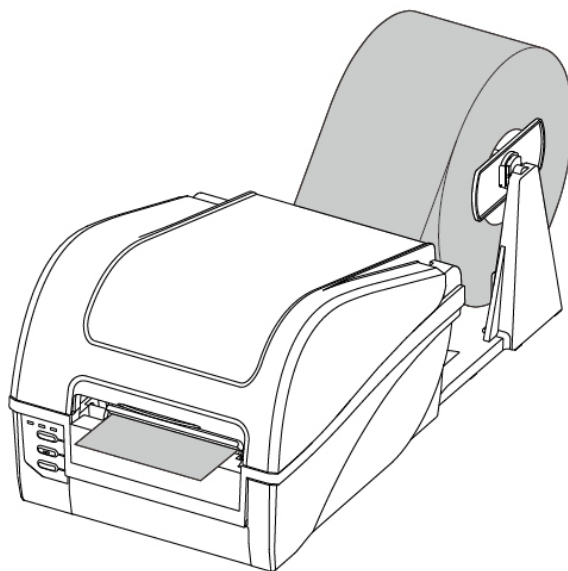

Рисунок 2-19 Загруженный носитель
8. Нажмите на модуль печатающей головки вниз до щелчка, который означает, что модуль что модуль зафиксирован, затем закройте верхнюю крышку. См. Рисунок 2-19.